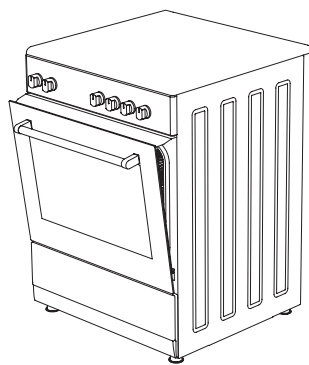

Figure 31
4. Ensuite, fixez le panneau de sécurité entre le four et le couvercle avant en fermant doucement le couvercle. (figure 31)